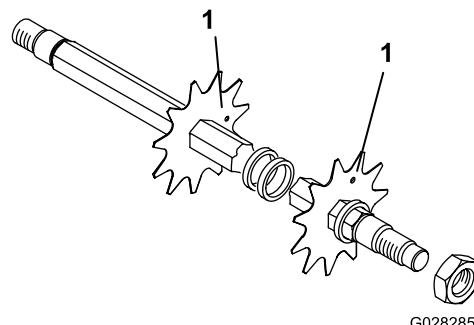

Figura 6
3. Instale a lâmina seguinte no sentido contrário ao dos ponteiros do relógio de modo a que o orifício indicador de referência fique desalinhado com a primeira lâmina um 1 hex do eixo (Figura 6). Continue a instalar espaçadores e lâminas desta forma até o complemento de lâminas completo estar instalado.